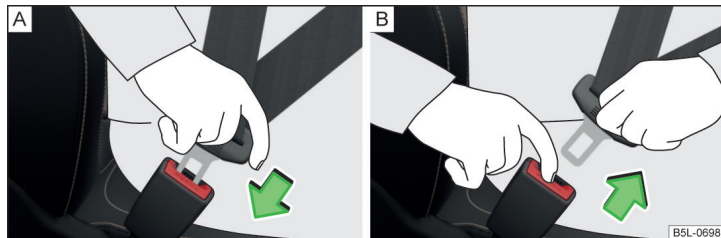

Fig. 18 Colocar y quitar el cinturón de seguridad
- Introduzca la lengüeta en el cierre correspondiente al asiento » **fig. 18 - A** hasta que se oiga como encaja.
- Agarrar la lengüeta del cinturón y pulsar la tecla roja en el cierre del cinturón » **fig. 18 - B**, la lengüeta del cinturón saldrá disparada.